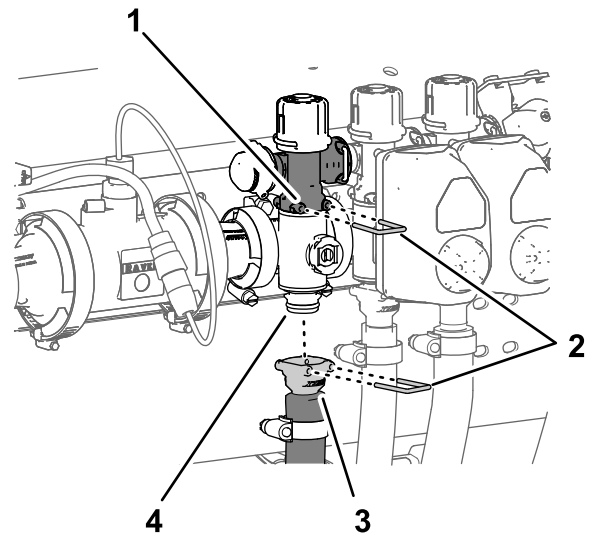

Figure 115
- Retirez l'étrier qui fixe le raccord rapide de la vanne de dérivation de section à la vanne de section du collecteur (Figure 115)
- Retirez l'étrier qui fixe le raccord rapide du flexible d'alimentation de section au collecteur et l'étrier qui fixe le raccord rapide de la valve du collecteur de section (Figure 115).